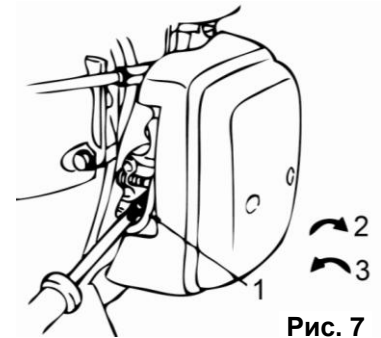

Рис. 7
- Винт (1) (См. Рис.7) регулирует скорость вращения двигателя на холостом ходу. Если вы повернете винт направо, обороты возрастут, если налево - уменьшатся. Если на холостом ходу режущий диск вращается, то обороты следует снизить.
- Винт регулировки холостого хода (1) (См. Рис.7): 1 - быстрее; 2 - медленнее.